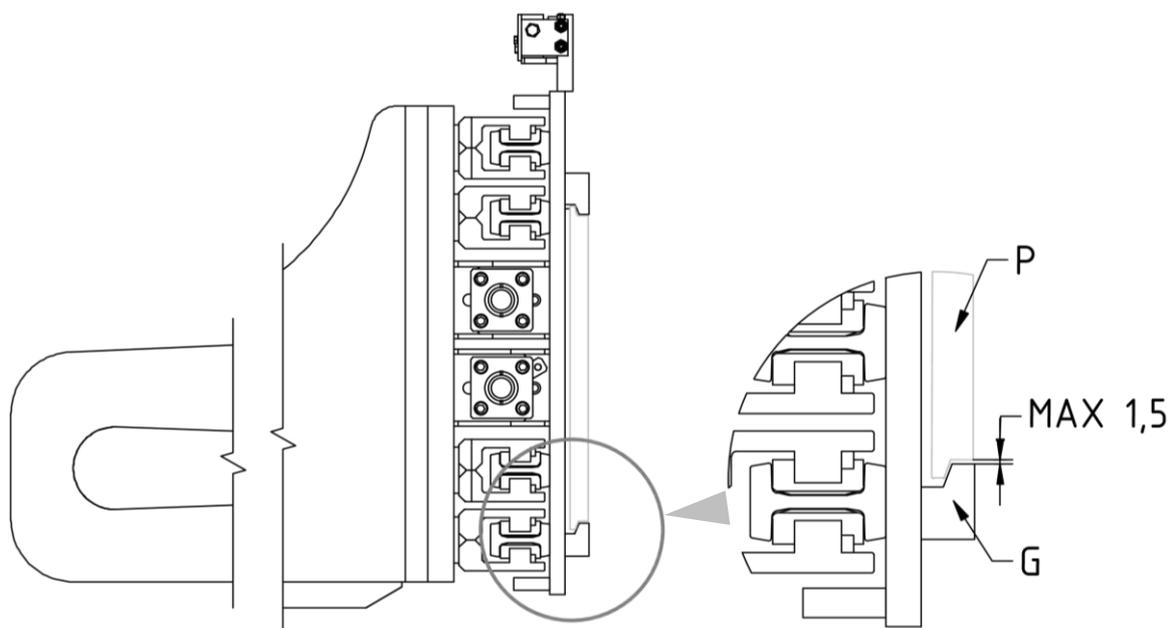

Figura 4
7. Atornillar los dos ganchos inferiores G para que su cuerpo quede enganchado debajo a la placa porta horquillas P (con un juego máximo de 1,5 mm, mira *Figura 4*), apretando con el par de apriete indicado en la *Tabla 3*.
3. Verificar la holgura entre la parte inferior de la plancha porta horquillas y los ganchos inferiores del implemento, verificando que sea como se indica en *Figura 4* (pag. 12) y, si es necesario, intervenir en el apriete de los tornillos que los sostienen